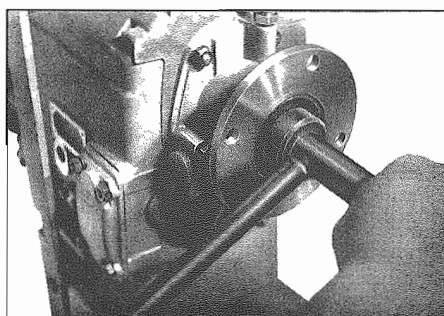

Fig. 5 - Togliere la vite
- Innestare due marce. Togliere la vite (436) con la chiave (Fig. 5) ed estrarre la flangia di uscita dall'albero.
Engage two speeds. Loosen screw (436) with wrench (Fig. 5) and pull drive flange from shaft.